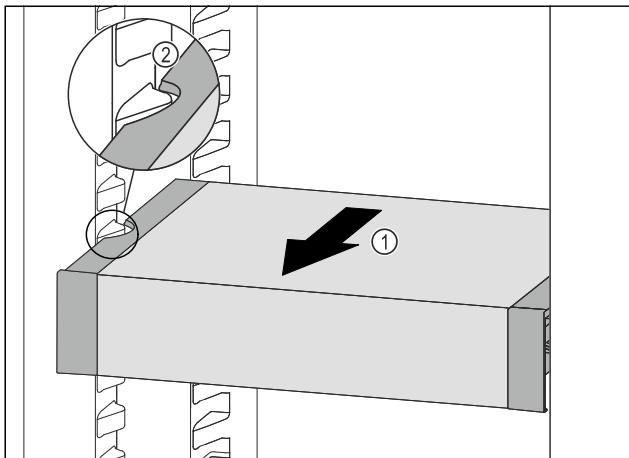

Fig. 131
- VarioSafe tiahajte dopredu Fig. 131 (1), kým sa bočné vybrania VarioSafe nebudú nachádzať vo výške rebra nádoby v chladničke. Fig. 131 (2)